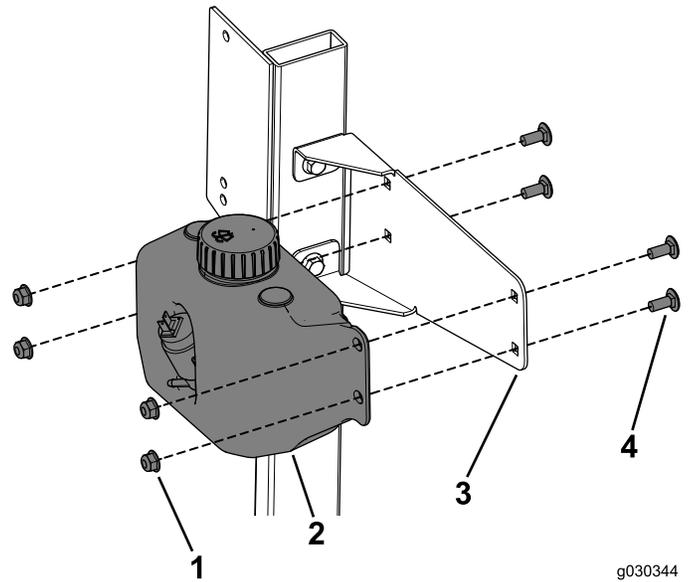

Figure 31
3. Fixez le réservoir de lave-glace sur son support au moyen de 4 boulons de carrosserie (5/16 x 3/4 po) et 4 écrous à embase (Figure 31).